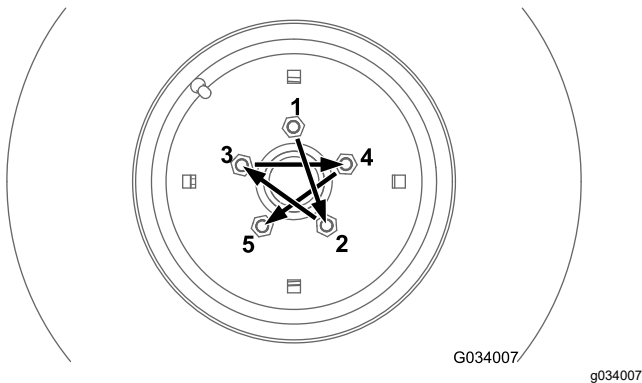
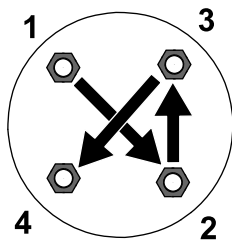

Figura 70
Figura 71
Apriete las tuercas de las ruedas delanteras y traseras (máquinas con tracción a 4 ruedas solamente) al par especificado usando el patrón ilustrado en la Figura 70 y la Figura 71.
- Ruedas delanteras: consulte Figura 70
- Ruedas traseras (máquinas con tracción a 4 ruedas solamente): consulte Figura 71